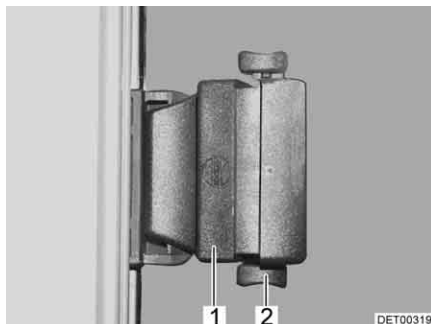

Fig. 65 Fenêtre coulissante avec verrouillage poussoir
- Pousser le déverrouillage (Fig. 65,2) vers le haut.
- Appuyer sur la poignée (Fig. 65,1) et la pousser simultanément vers l'avant ou l'arrière.